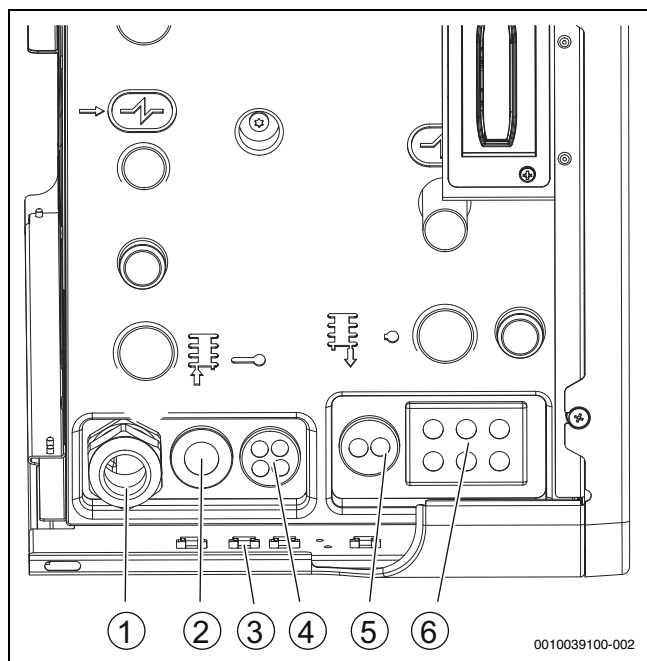

Fig. 29 Entrées de câbles vers l'unité intérieure
- Après l'insertion des câbles, serrer le presse-étoupe de câbles (→Figure 29 [1])